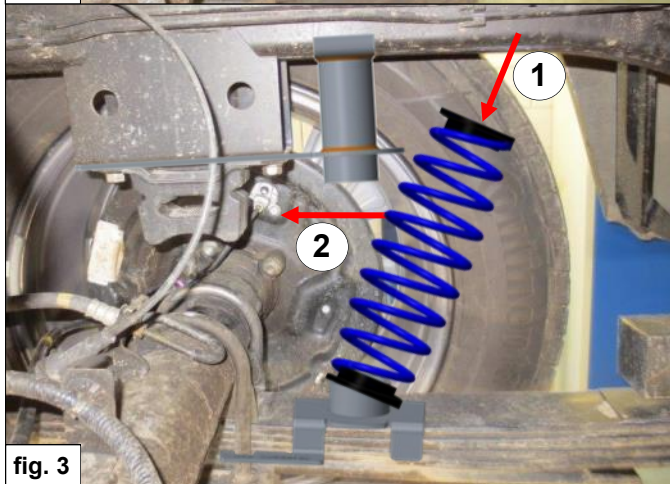

fig. 3
6. Montieren Sie die Hilfsfeder **C** mit Gummiteilern **R** zwischen den Halterungen **A** & **B**. Beachten Sie, dass beiden Gummiteilern **R** ordentlich zentrieren auf die Halterungen **A** & **B**. (Siehe Abbildung 3, 4 & 5).
6. Placer le ressort **C** avec ressort caoutchoucs **R** entre les anneaux **A et B**. Notez que les caoutchoucs **R** sont correctement centrées sur les supports **A & B**. (Voir figure 3, 4 & 5).